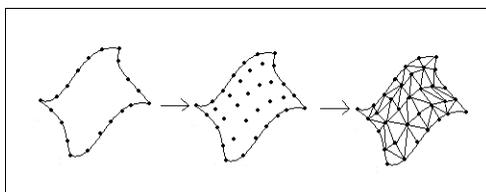

Рис. 8.21. Триангуляция методом Кунса
- **Триангуляция по Кунсу** - участки поверхности триангулируются с помощью метода Кунса (рис. 8.21), обеспечивающего формирование поверхностей с созданием дополнительных точек.